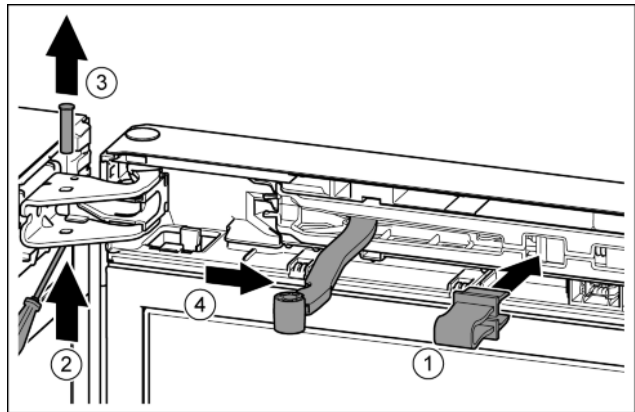

Fig. 8
- ▶ Зафиксировать предохранитель в отверстии. Fig. 8 (1)
- ▶ Выкрутить палец при помощи отвёртки. Fig. 8 (2)
- ▶ Извлечь палец движением вверх. Fig. 8 (3)
- ▶ Повернуть шарнир в направлении двери. Fig. 8 (4)